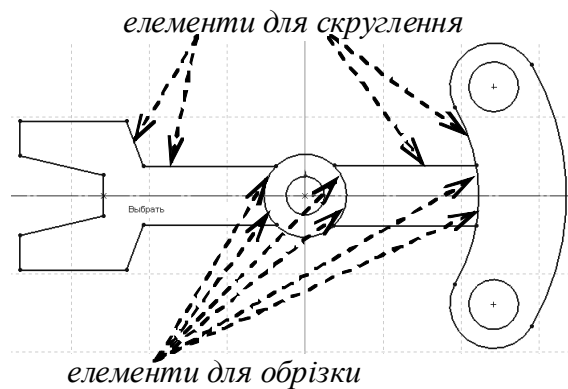

Рисунок 2.2
18. Вид ескіза після побудови необхідних дуг, кіл і ліній показаний на рис. 2.2.